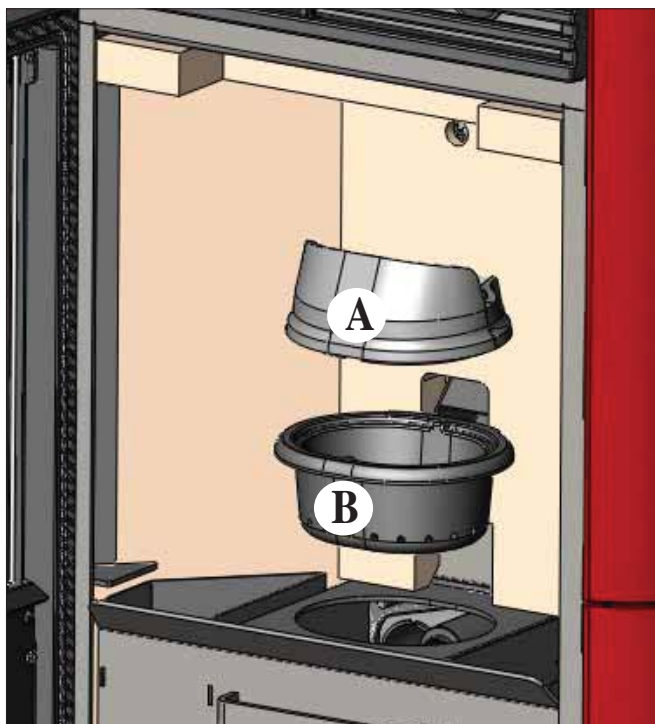

fig. 1
Após a limpeza normal, o acoplamento **NÃO CORRECTO** do recipiente superior (A) (fig. 1) com o recipiente inferior (B) (fig. 1) **pode comprometer o funcionamento da estufa.**